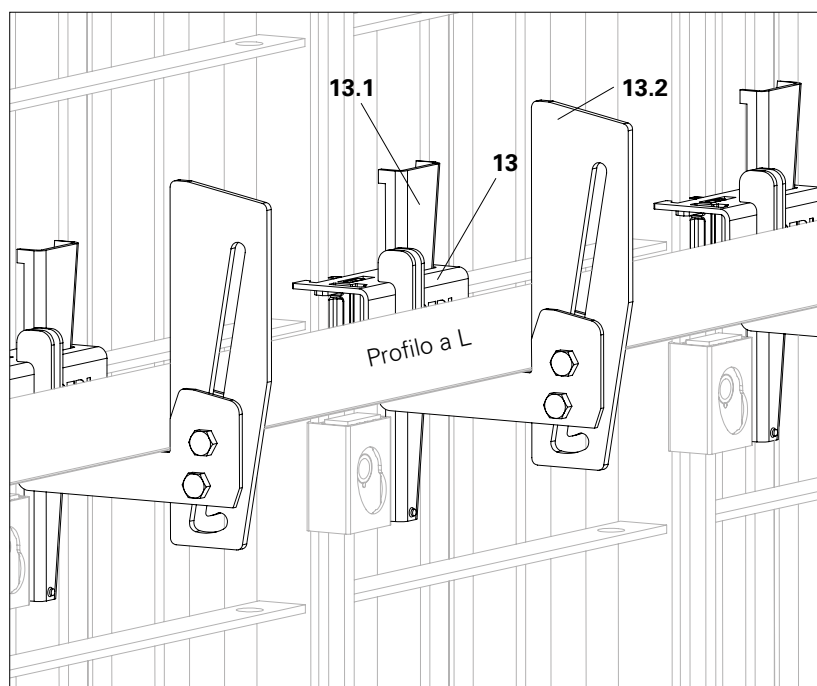

Fig. B8.02
4. Inserire con il martello le piastre a cuneo (13.2) dei giunti di allineamento UNO Plus (13) in base alla larghezza del profilo a L. (Fig. B8.02)